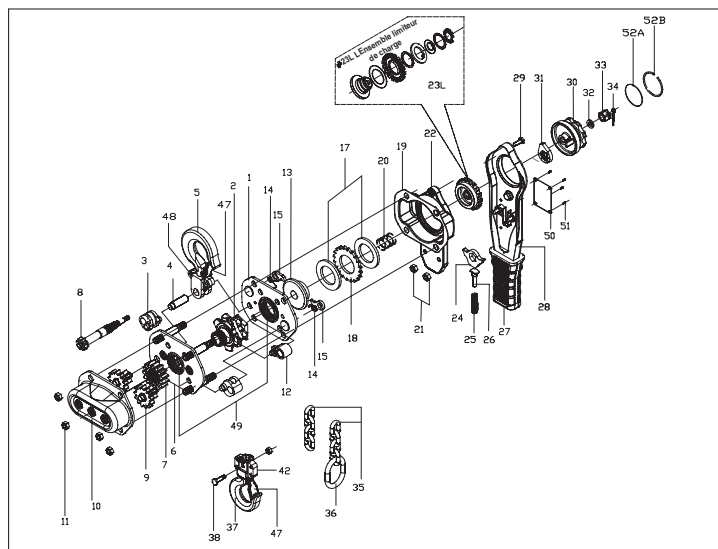

fig.8A
11. Se reporter à la fig. 8A & 8B, vue éclatée du produit pour une partie d'informations.
4. Au cours de l'assemblée de la côté du frein, ce qui concerne la partie de l'ordre indiqué dans la vue éclatée (Voir fig.8A & 8B).